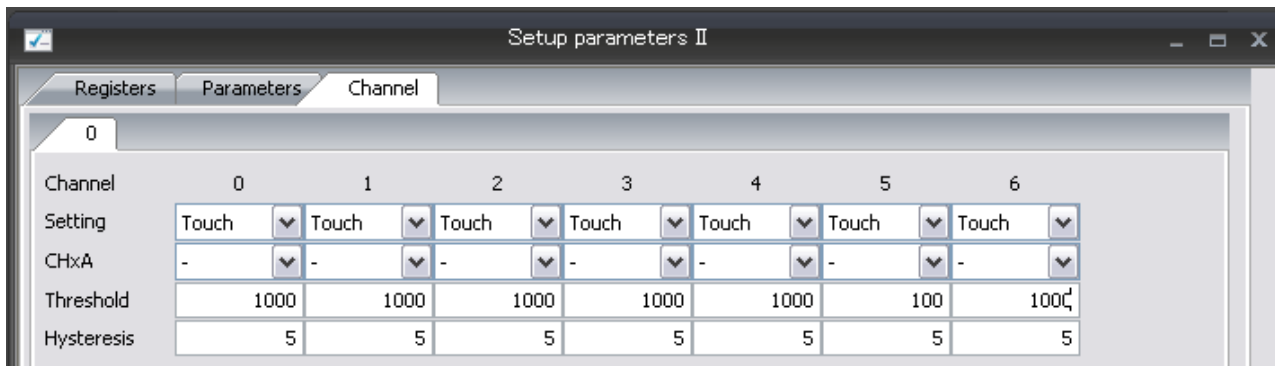

図2-13 Threshold 値 1000 入力
- ① Workbench の Setup parameters 機能を起動する。
- ② Setup parameters の parameters タブをクリックし、図 2-13 Drift correction のチェックボックスにチェックが入っていることを確認する。